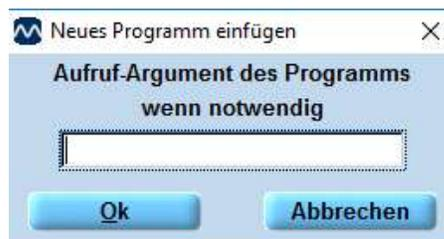

Abbildung 24
4. Es erscheint das folgende Fenster. Wenn ein Argument für das Programm erforderlich ist, geben Sie den Code hier ein und klicken Sie auf **OK** (Abbildung 24).